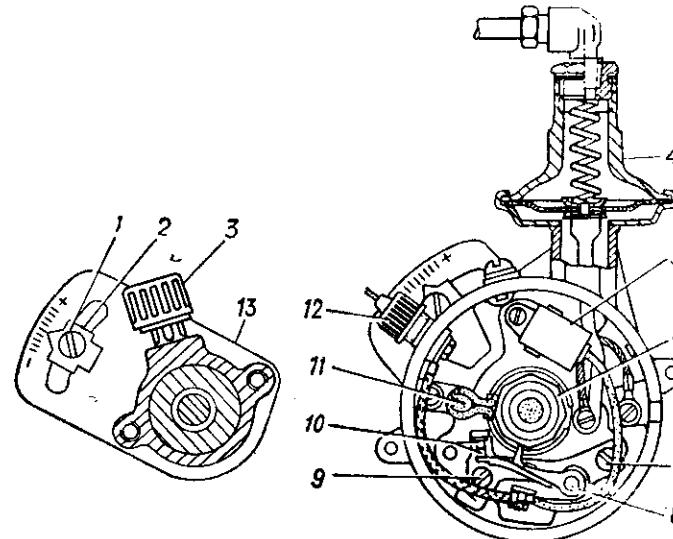

Рис. 87. Распределитель зажигания:
Перед проверкой зазора, вращая коленчатый вал пусковой рукояткой, установите кулачок прерывателя в положение, при котором контакты максимально разомкнуты. Для изменения зазора ослабьте винт 9 (рис. 87), крепящий пластину с неподвижным кон-
- совместите паз установочной пластины 13 (см. рис. 87) с резьбовым отверстием выступа корпуса привода распределителя
Прогрейте двигатель до температуры жидкости в системе охлаждения 85 °С. Двигаясь на прямой передаче по ровной дороге со скоростью не более 25 км/ч, дайте машине разгон до 60 км/ч, резко нажав до отказа на педаль акселератора. Если при этом будет наблюдаваться незначительная и кратковременная детонация, исчезающая при скорости 45—50 км/ч, установка момента зажигания сделана правильно. При сильной детонации ослабьте винт 1 (см. рис. 87) крепления установочной пластины к приводу и поверните корпус распределителя по ходу часовой стрелки, уменьшив угол опережения зажигания. При полном отсутствии детонации поверните корпус распределителя против хода часовой стрелки. Следите за тем, чтобы машина не эксплуатировалась в течение длительного времени с заметной детонацией.